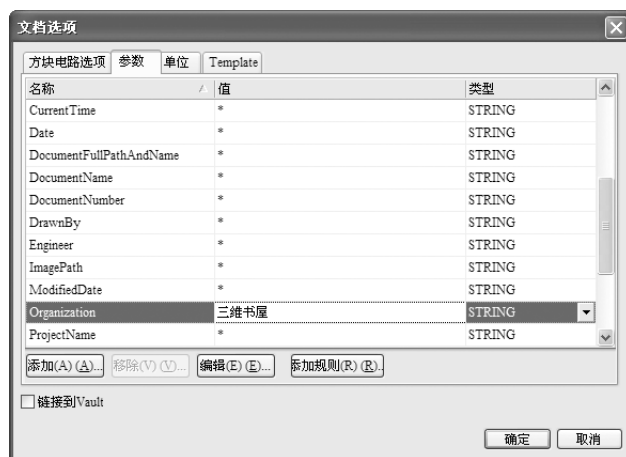

图 4-32 “参数”选项卡
4) 设置图纸的标题栏。在弹出的“文档选项”对话框中单击“参数”选项卡，显示标题栏设置选项。在“值”栏中输入参数值，在“类型”栏中选择参数类型，在“名称”栏中输入原理图的名称，其他选项可以根据需要填写，如图4-32所示。